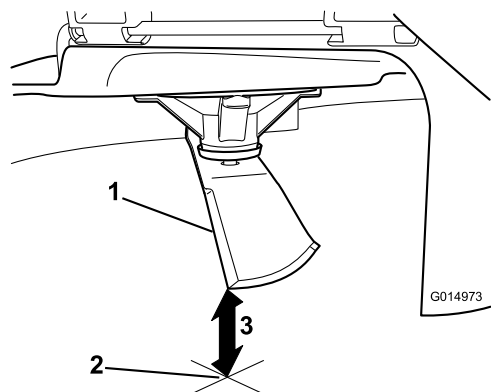

Figura 65
5. Meça da ponta da lâmina até à superfície plana (**Figura 65**).